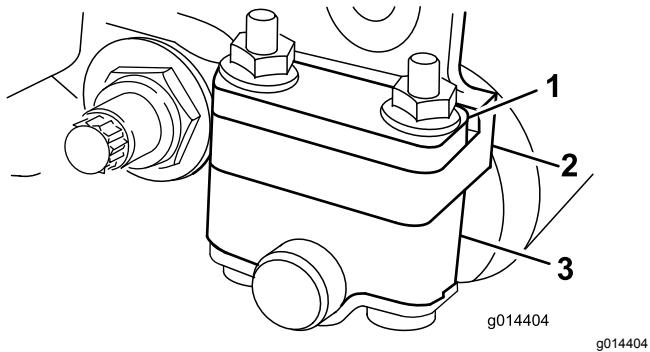
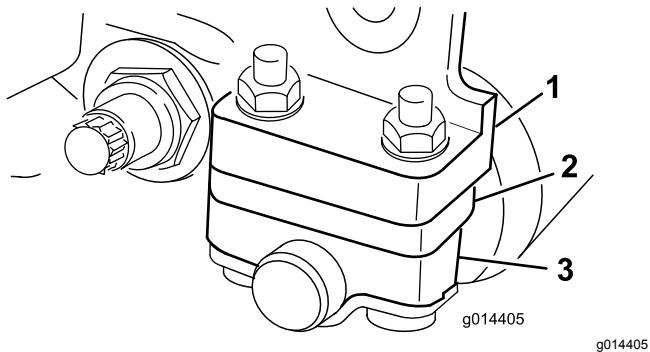

Bild 6
Bild 7
Abhängig von dem gewünschten Schnithöhenbereich, müssen Sie die Heckrollenhalterungen (**Bild 6** oder **Bild 7**) auf die niedrige oder hohe Stellung verstellen:
- Positionieren Sie das Distanzstück über den Montageflansch der Seitenplatte (Werkseinstellung), wenn der Schnitthöhenbereich zwischen 1,6 mm und 6,4 mm liegen soll (**Bild 6**).
- Positionieren Sie das Distanzstück unter den Montageflansch der Seitenplatte, wenn der Schnitthöhenbereich zwischen 3,2 mm und 25 mm liegen soll (**Bild 7**).
4. Legen Sie die Distanzstücke je nach Bedarf über oder unter den Rollenhalterungen auf die Schrauben (**Bild 6** oder **Bild 7**).